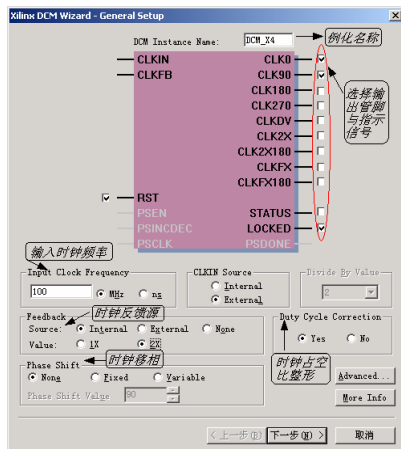

图2-106 DCM 参数设置
3. 单击 **OK** 按钮启动 DCM 向导。DCM 向导界面与 Core Generator 生成 IP 核的界面非常相似, 如图 2-106 所示, 设置 DCM 输入时钟频率、时钟源、反馈、移相、占空比整形和输出管脚等参数。